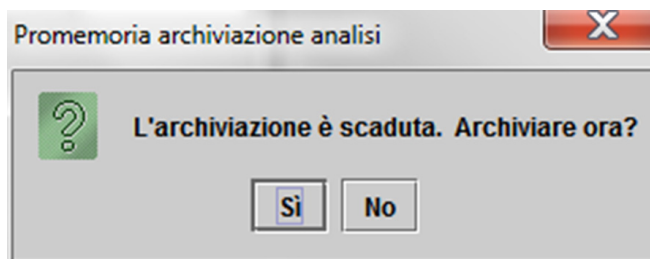
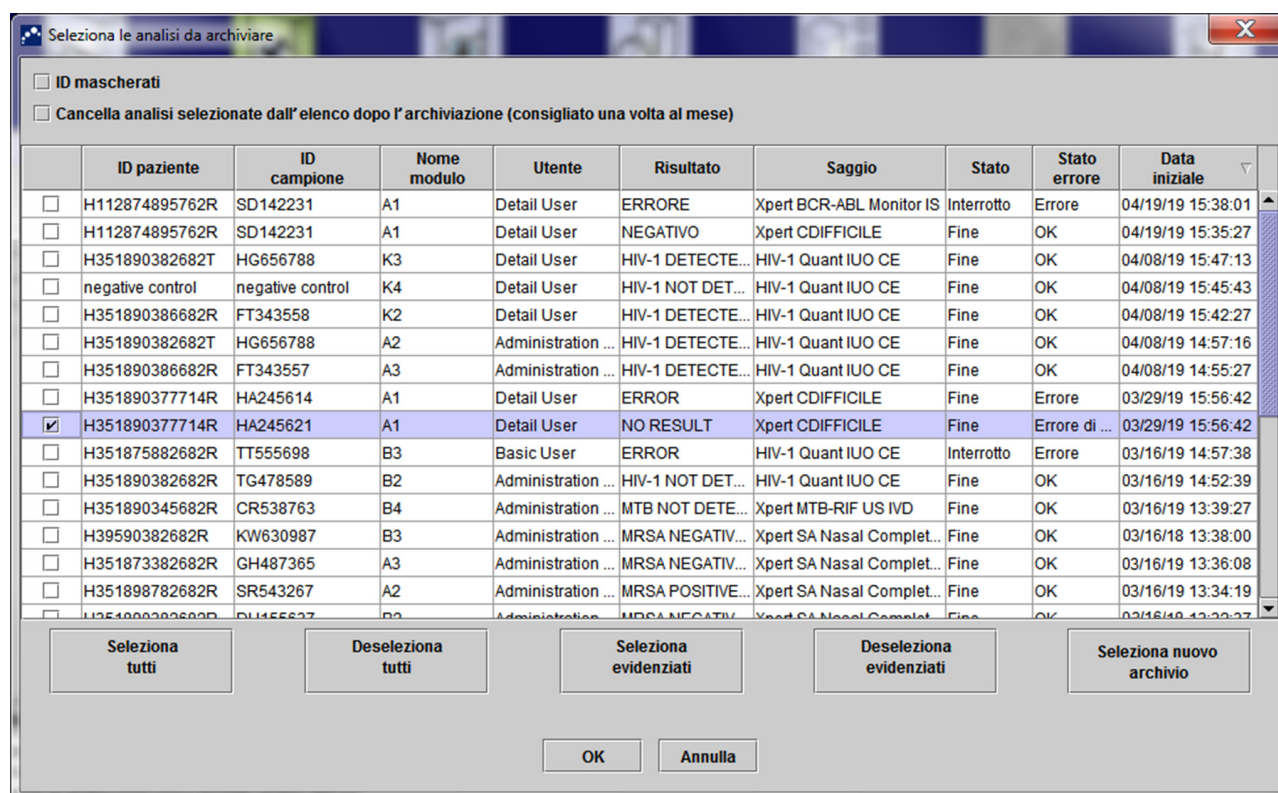

Figura 2-97. Finestra di dialogo Promemoria archiviazione analisi
Figura 2-98. Schermata Seleziona le analisi da archiviare
Se l'archiviazione non è scaduta o se l'impostazione di archiviazione nella Figura 2-79 **non** è selezionata, il messaggio nella Figura 2-97 non viene visualizzato ed è possibile passare direttamente alla Sezione 2.17.1.2.
Se l'archiviazione è scaduta, viene visualizzata la finestra di dialogo Promemoria archiviazione analisi (vedere la Figura 2-97).
- Se non si desidera eseguire l'archiviazione, fare clic su **No** nella finestra di dialogo Promemoria archiviazione analisi (vedere la Figura 2-97). Proseguire con la sequenza di spegnimento senza eseguire l'archiviazione, descritta nella Sezione 2.17.1.2.
- Se si desidera eseguire l'archiviazione, fare clic su **Sì** nella finestra di dialogo Promemoria archiviazione analisi (vedere la Figura 2-97) per proseguire con la sequenza di spegnimento ed eseguire l'archiviazione. Verrà visualizzata la finestra di dialogo Seleziona le analisi da archiviare. Vedere la Figura 2-98.